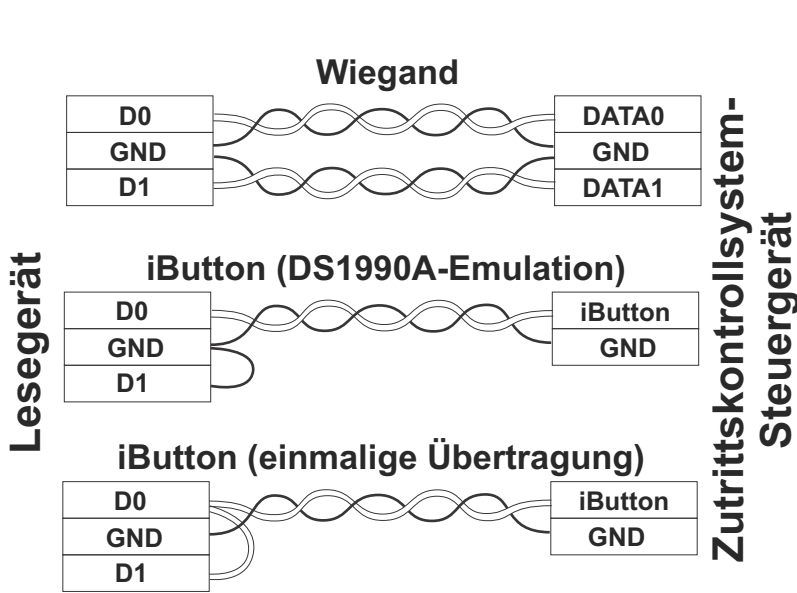

Abb. 1 Wahl des Übertragungsprotokolls.
Hinweis 3: Zur Sicherstellung des einwandfreien Betriebs beim angegebenen Abstand zwischen Lesegerät und Steuergerät muss ein CAT5e UTP-Kabel verwendet werden (siehe Abb. 1).
- 1) Verbinden Sie bei ausgeschaltetem Lesegerät die Klemmen DATA0 (weiß) und LED R (gelb) (siehe Abb. 1).